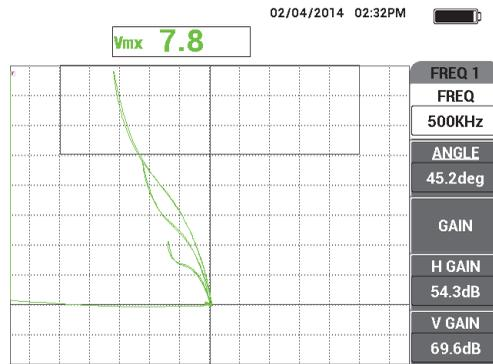

Figura 5-7 La verifica finale della taratura
9. Premere il tasto FREEZE (❄) per sbloccare lo strumento, posizionare la sonda sul campione, premere il tasto A-LIFT NULL (⊕) ed in seguito scansionare il campione per eseguire la verifica finale della taratura (vedere Figura 5-7 a pagina 140).